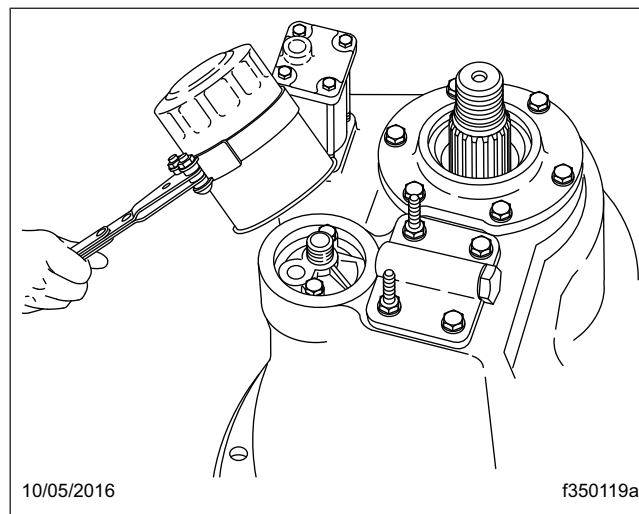

Figura 3, Cómo retirar el filtro de aceite de eje Meritor
3. Si está equipado con una bomba de aceite, use una llave de correa adecuada para filtros y retire el filtro de aceite del eje. Vea la **Figura 3**. Des-eché el filtro viejo.